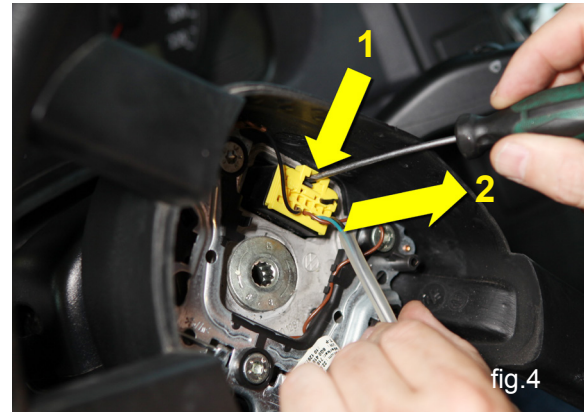

fig.4
7. Desbloquear el seguro del conector del cilindro de contacto (1 - fig.4) y retirar el conector (2 - fig.4).